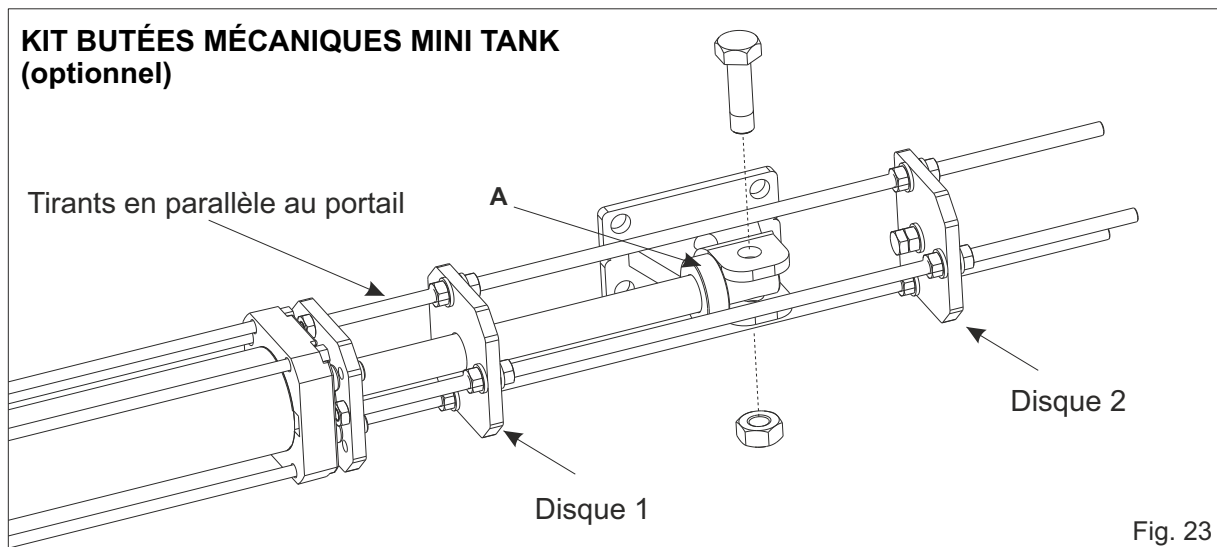

Fig. 23
- Mettre les feuilures de fin de course sur la bride antérieure de l'ensemble avec les deux tirants (des trois présents sur la feillure) qui se trouvent en parallèle au portail (Fig. 23).